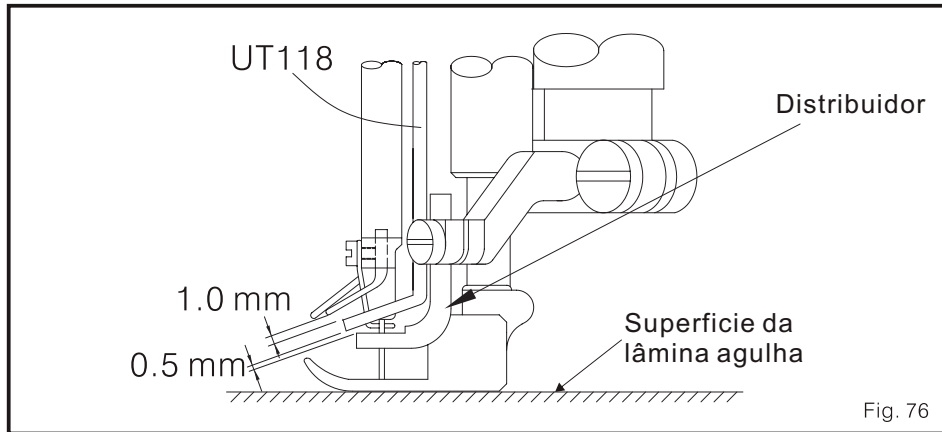

Fig. 76
- (2) A posição de para cima e debaixo do apoio do coberto da guia fio: (Fig. 76)